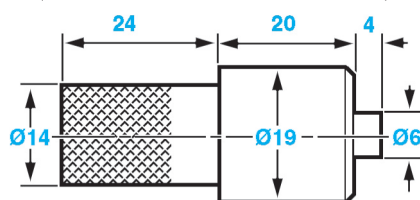
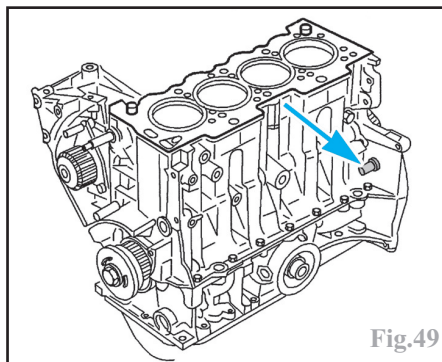

Fig.48
Fig.49
Immobiliser le volant moteur à l'aide d'une pige de blocage appropriée (outil Citroën 4507-T.L, voir cotes de réalisation Fig.48) introduite dans le trou de Ø 20 mm environ, sous le trou de pigeage du carter-cylindres (Fig.49).
-mettre en place le volant moteur puis l'immobiliser en rotation avec la pige de blocage appropriée (Fig.49) (outil Citroën 4507-T.L, voir cotes de réalisation Fig.48).